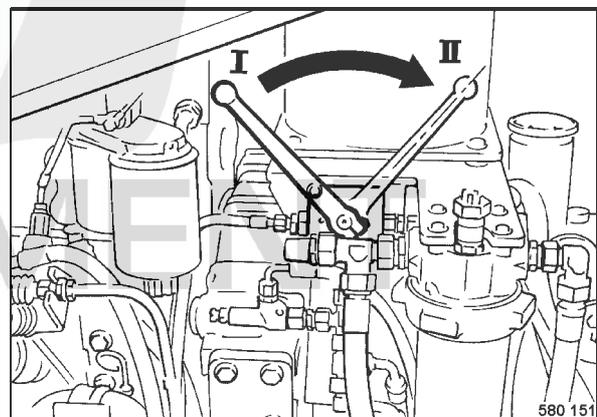

fig. 78
- Dévisser la vis de sécurité (fig. 78) au levier de la vanne.